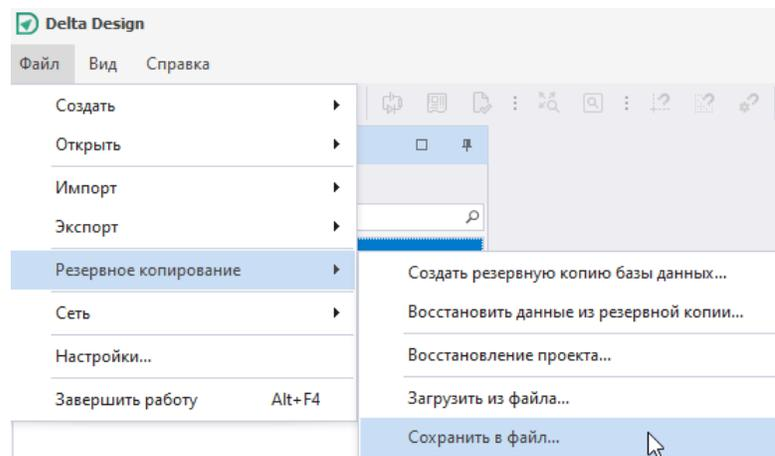

Рис. 1 Вызов мастера создания резервной копии
2. В главном меню программы выбрать «Файл» → «Резервное копирование» → «Сохранить в файл...», см. Рис. 1. Будет запущен мастер создания резервной копии.